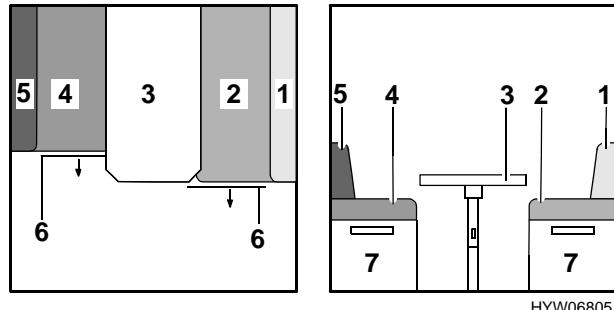

Fig. 40 Prima della trasformazione
- Sollevare leggermente il piano del tavolo in avanti (Fig. 40,3).
- Sistemare i due cuscini del divano (Fig. 40,2 e Fig. 40,4).